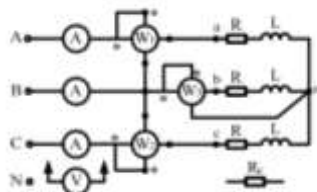
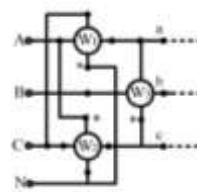

Рис.1
Рис.2
1. Собрать схему, показанную на рис. 1. При этом симметричную нагрузку составить из трёх имеющихся на стенде одинаковых катушек.
5.1. Для измерения реактивной мощности перейти к схеме включения ваттметров, показанной на рис. 2. Для этого цепи напряжения ваттметров (при отключенном электропитании) присоединить в соответствии со схемой.
Для симметричной цепи проверить выполнение соотношений: в схемах рис. 1 и рис. 2 соответственно:  $P = P_1 + P_2 = 3P_3$  [Вт];  $Q = 3 ( P_1 + P_2 ) = 3 P_3$  [ВАр].